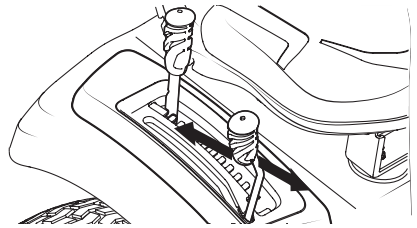

Figure 29
2. Poussez le levier vers l'avant pour embrayer la prise de force. Voir Figure 29.